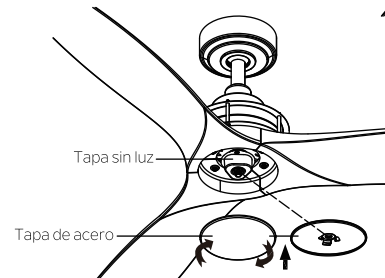

Fig. 20
**Paso 3.** Ensamble la tapa de acero en la tapa sin luz haciéndola girar en sentido horario. (Fig. 20)